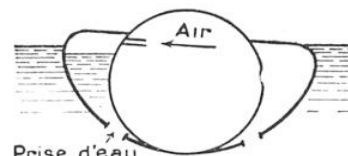

FIG. 12. — PRINCIPE DE L'ÉPUISEMENT PAR L'AIR COMPRIMÉ
*L'épuisement à l'air comprimé.* — Le principe est celui de la chasse des ballasts de sous-marins. Si on envoie de l'air, sous pression convenable, dans un compartiment envahi et communiquant avec la mer par la partie inférieure (vanne), l'eau est refoulée (fig. 12). Ce système n'est adopté, à notre connaissance, que sur le croiseur allemand *Deutschland*.